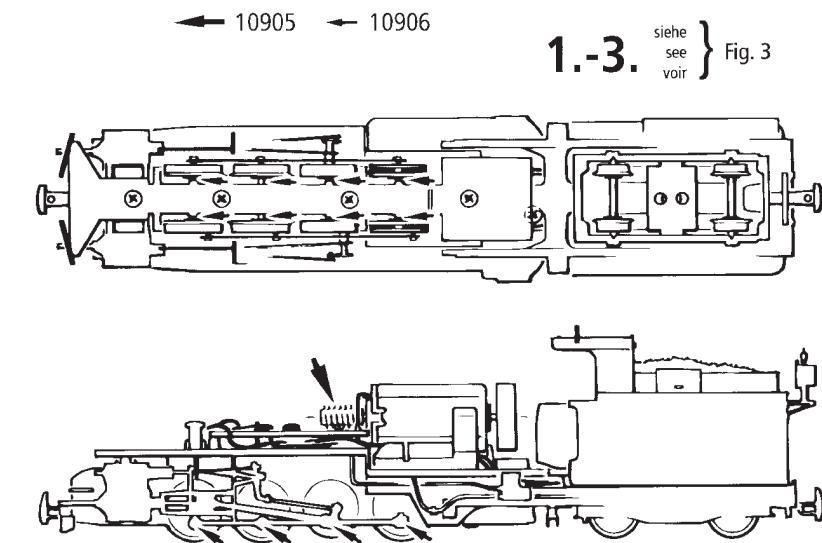

Fig. 8
1. Reinigung der Radstromkontakte: Radstromkontakte können auf unsauberen Schienen leicht verschmutzen. Entfernen Sie **vorsichtig** mit einem kleinen Pinsel **den Schmutz** an den in Fig. 8 gekennzeichneten Stellen.
1. Cleaning of wheel contacts: Wheel contacts easily get dirty on tracks which are not entirely clean. Use a small brush to **remove dirt** from spots marked in fig. 8.
1. Nettoyage des lames de courant aux roues: Les lames de contacts risquent de s'encaisser rapidement sur des voies poussiéreuses. Veuillez **enlever la poussière** aux endroits marqués à la fig. 8 à l'aide d'un petit pinceau souple.